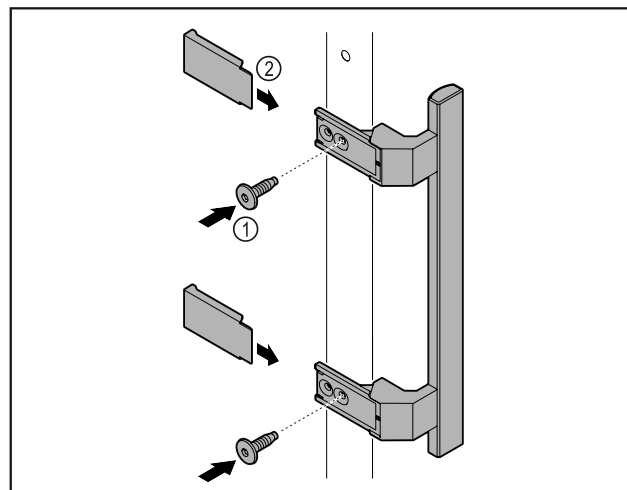

Fig. 7
- ▶ Plasser håndtaket som fulgte med, på døren med de vedlagte skruene *Fig. 7 (1)*.
- ▶ Sett på dekselet *Fig. 7 (2)*.